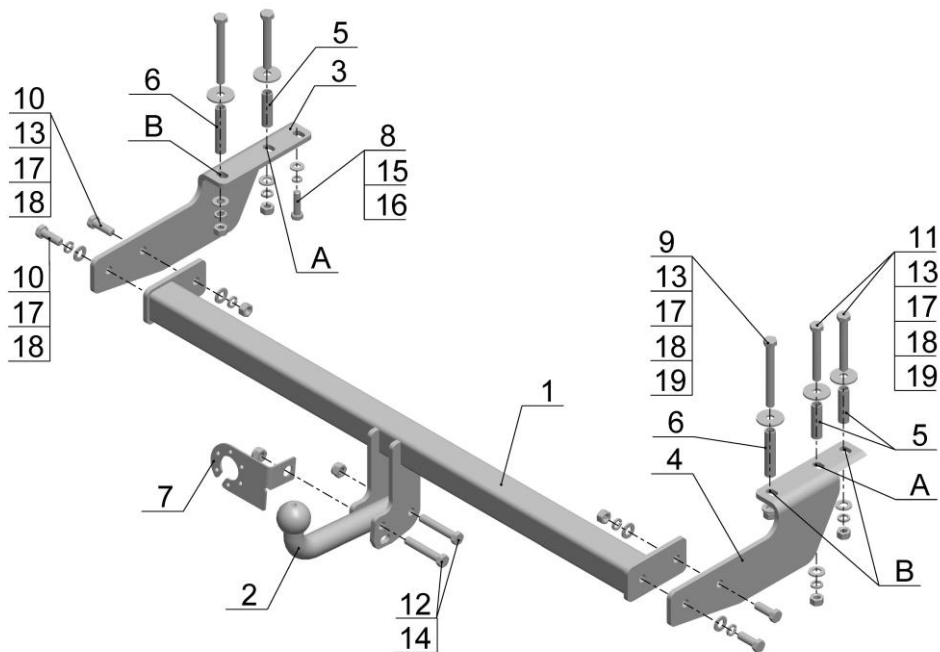

Рис.1.
- Установить ТСУ (рис.1) на автомобиль, зафиксировать его с помощью крепежных элементов (поз.10,13,17,18);